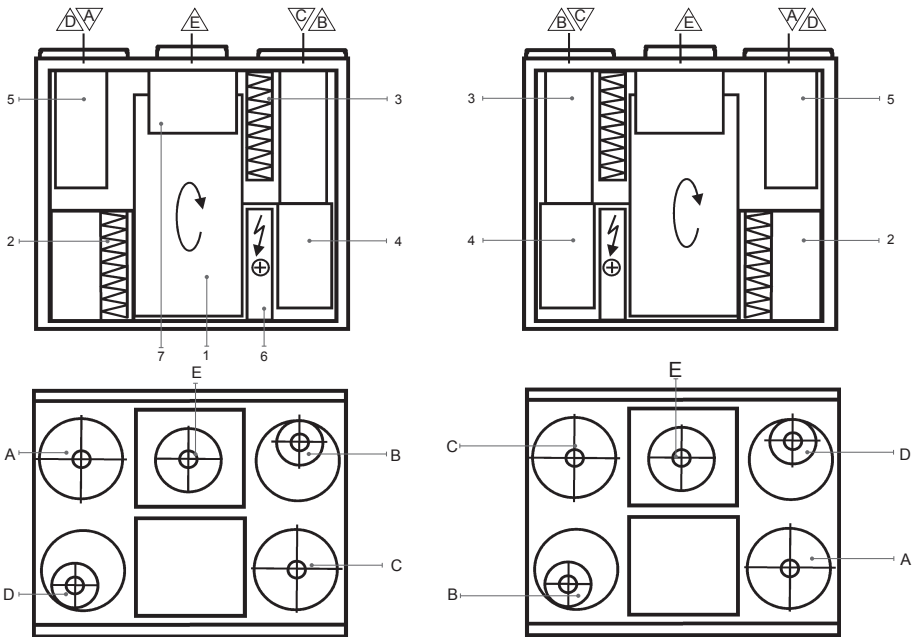

Figure 3
- Les unités DOMEKT REGO 400VE(W) (figure 3) sont équipées d'un échangeur de chaleur rotatif, filtres à air, batterie d'alimentation électrique, ventilateurs et système de contrôle et régulation autonome.